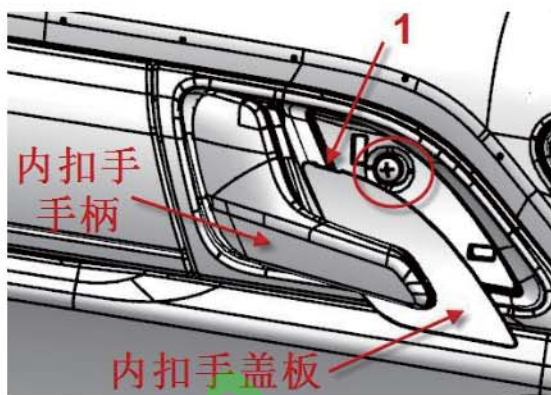

图 8-1-3 内扣手盖板拆卸示意图
(1) 如图 8-1-3，先拉开内扣手手柄，用缠有保护胶带的小号一字螺丝刀从箭头 1 所指处将车门内扣手盖板撬出，然后用十字螺丝刀拧出圈中的螺钉（1 个）。